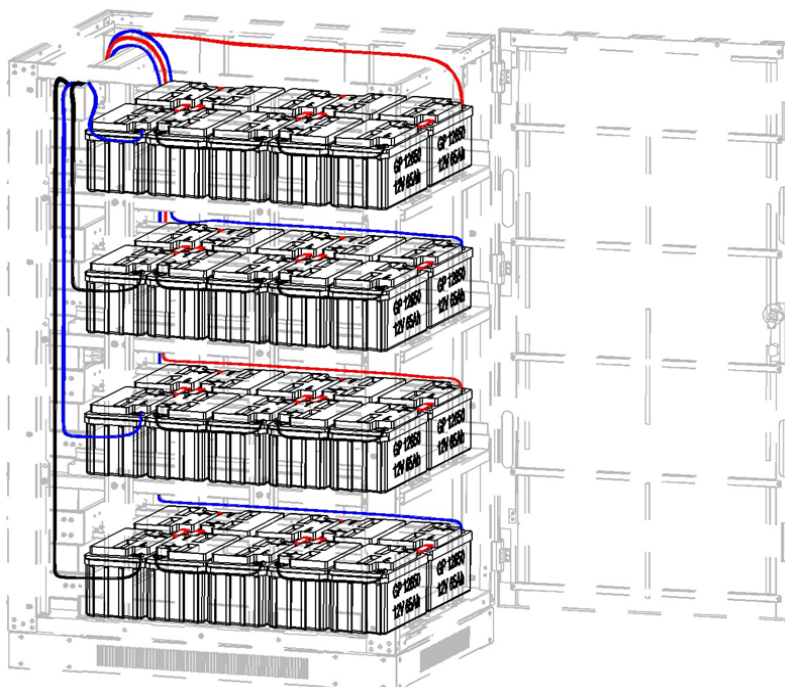
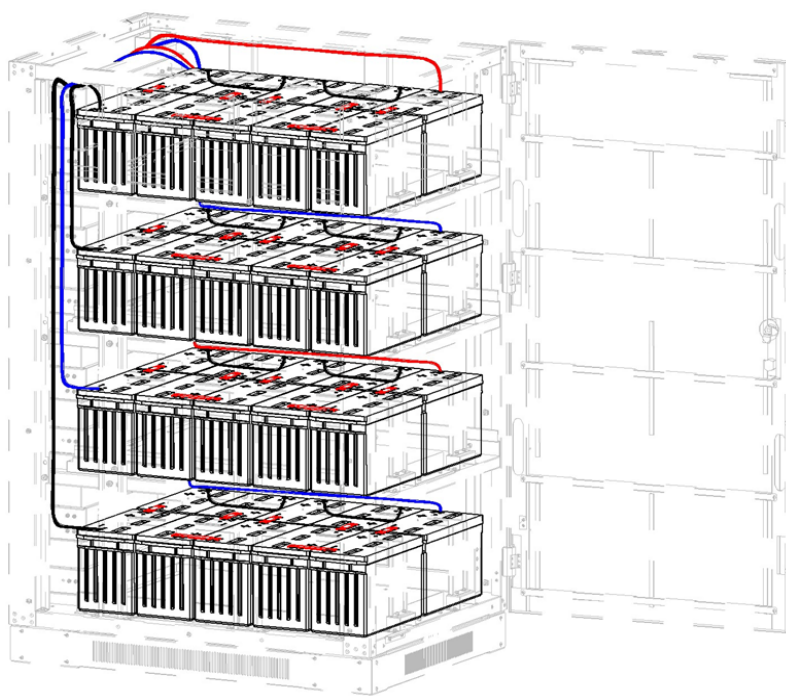
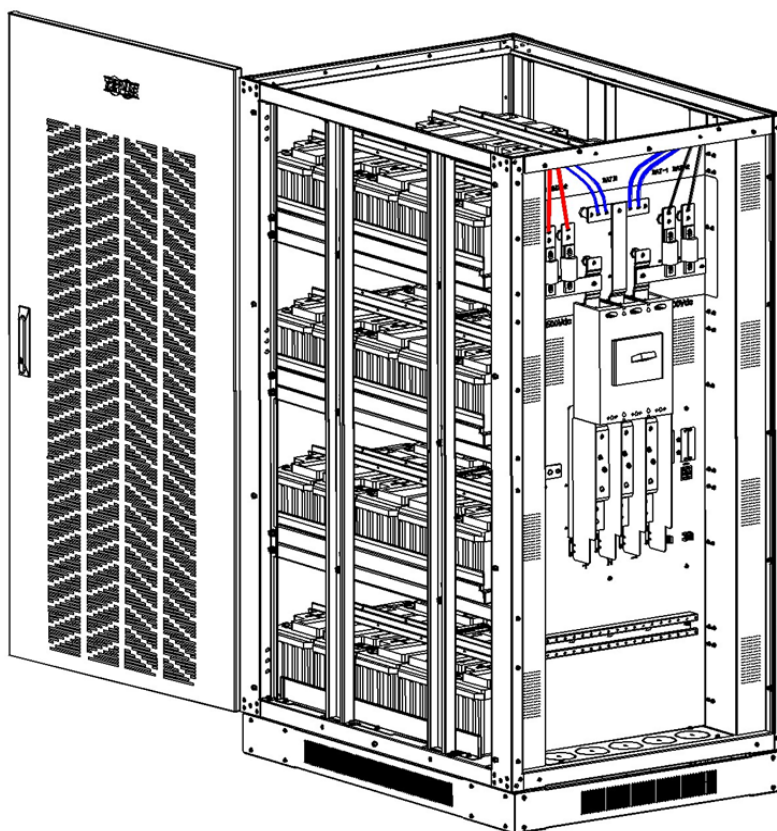

Figure 5-42 : modèle BP240V65L-NIB
Figure 5-43 : modèle BP240V100L-NIB
Figure 5-44
11. Connecter les câbles de la batterie 1+ du groupe de batteries 1 à la barre du bus de BAT+, de la batterie 10- à la barre du bus de BATN, de la batterie 11+ à la barre du bus de BATN, de la batterie 20- à la barre du bus de BAT- et les câbles de connexion de la couche. Connecter la batterie 21+ du groupe de batteries 2 à la barre du bus de BAT+, de la batterie 30- à la barre du bus de BATN, de la batterie 31+ à la barre du bus de BATN, de la batterie 40- à la barre du bus de BAT- et les câbles de connexion de la couche (Figure 5-42 : modèle BP240V65L-NIB ou Figure 5-43 : modèle BP240V100L et Figure 5-44).